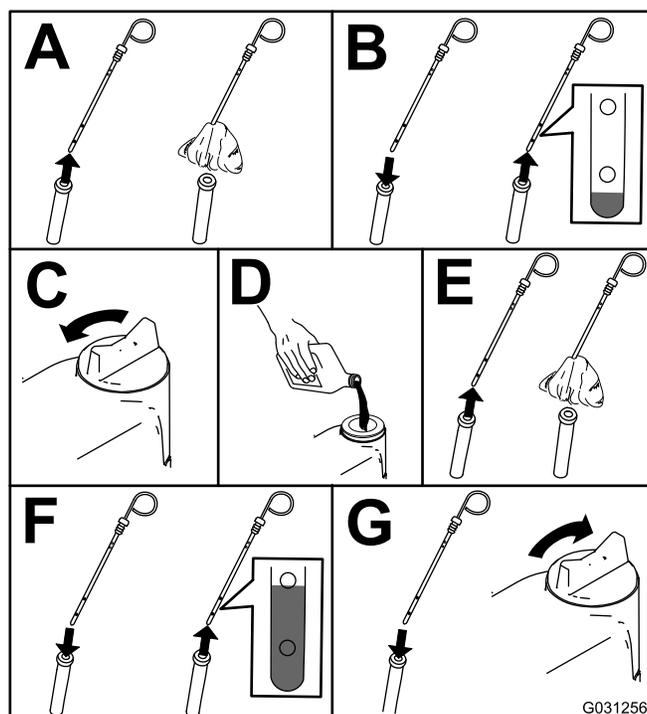

Рисунок 74
2. Проверьте уровень масла в двигателе (Рисунок 74).